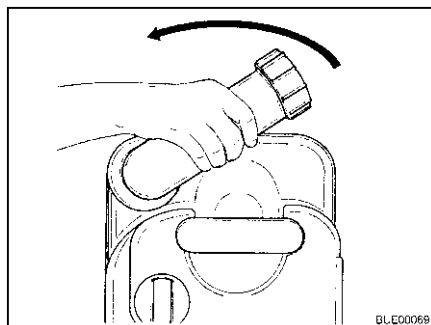

Bild 197 Entleerungsstutzen drehen
- Entleerungsstutzen nach oben drehen (Bild 197).